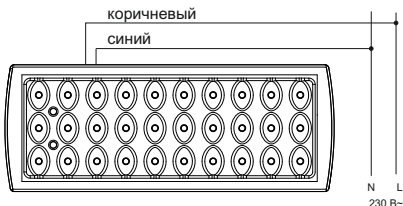

Рисунок 5 – ДПА 2101, ДПА 2104
4.6.2 Для подключения светильника ДПА 2101 и ДПА 2104 необходимо (рисунок 5):
- подключить сетевой кабель, выведенный из корпуса светильника, к питающей сети согласно цветовой маркировке: коричневый проводник (L) к фазному проводнику сети, синий проводник (N) к нейтральному проводнику сети;